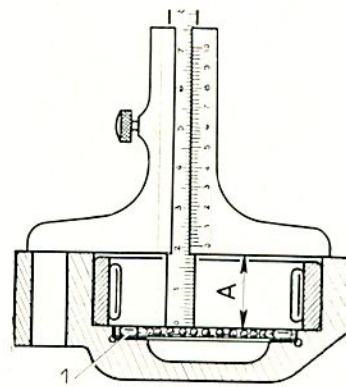

Figure BV 26.
Sur le couvercle latéral gauche de l'arbre démultiplicateur, mesurer avec une jauge de profondeur la cote A (fig. BV 26), entre le plan de joint et la butée à aiguilles (1). Prendre appui sur deux aiguilles. Noter la cote : exemple = 18,7.